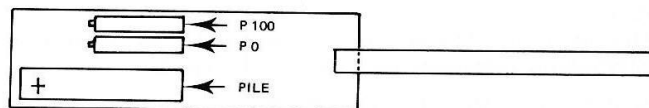

FIGURE 12
- ajuster le potentiomètre P 100 pour régler le point $100\text{ }^{\circ}\text{C}$. (voir la figure 12 ci-dessous).
- Oter la pile de son support et la remplacer par une pile neuve en respectant la polarité (voir figure 12 ci-dessus).